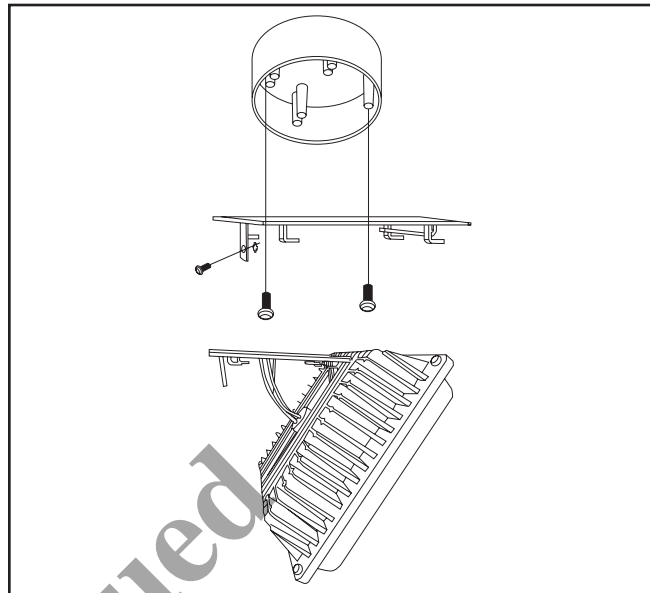

Figura 2.
2. Instale la placa de montaje a la caja de derivación (Figura 2).